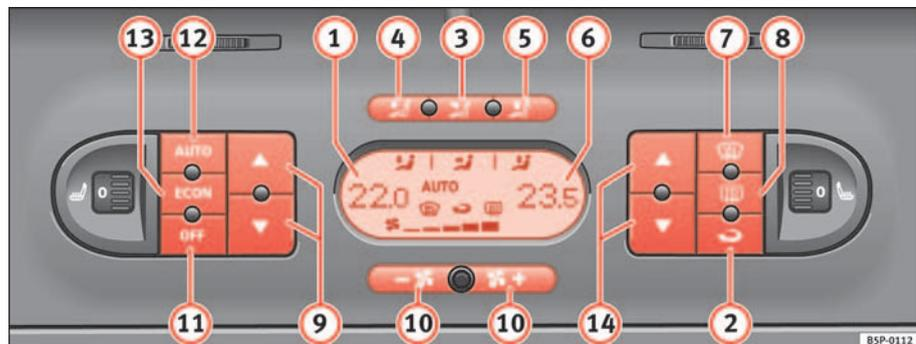

Fig. 126 Sulla plancia portastrumenti: i comandi del Climatronic 2C
- Premere uno dei tasti compresi tra ⇒ pag. 160, fig. 126 3 e 5 oppure il tasto **ECON**; altrimenti ruotare la manopola di regolazione della ventola 10. Il simbolo **AUTO** scompare dal display.
- Il ricircolo dell'aria si attiva e si disattiva premendo il tasto  ⇒ pag. 160, fig. 126 . La funzione risulta attiva quando sul display appare il simbolo .